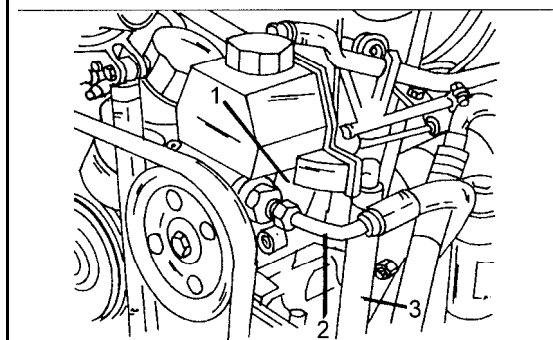

Bild 13
● Die nächsten Arbeiten unter Bezug auf Bild 13 durchführen. Zuerst die Verschraubung des Vorratsbehälters der Lenkungsflüssigkeit öffnen und den Vorratsbehälter entleeren. In der Werkstatt wird dazu eine Handpumpe benutzt. Falls man eine Saugpumpe zur Verfügung hat, den Deckel abmontieren und die Flüssigkeit aus dem Behälter herausaugen, ähn-
- Die Rücklaufleitung (3) und den Hochdruck-Dehn-Schlauch (2) in Bild 13 am Anschluss abschrauben. Die Lenkungsanlage muss nach Einbau des Motors entlüftet werden.